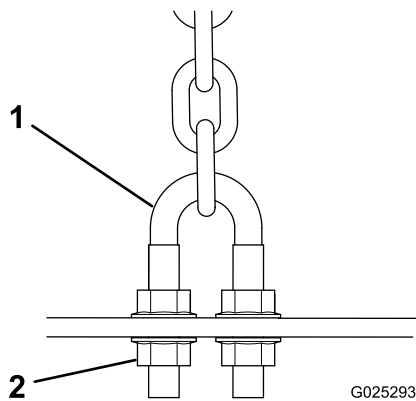
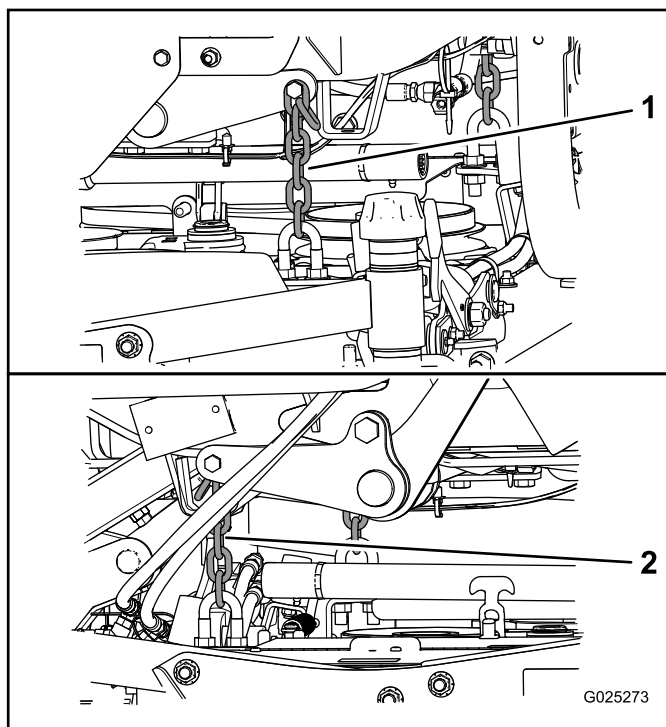

Figure 13
Figure 14
7. Ajustez les écrous de blocage des étriers filetés (Figure 13) qui fixent les chaînes de plateau arrière (Figure 14) au plateau pour élever
8. Ajustez les écrous de blocage qui fixent les chaînes au plateau de coupe jusqu'à ce que le plateau de coupe soit de niveau (Figure 14).